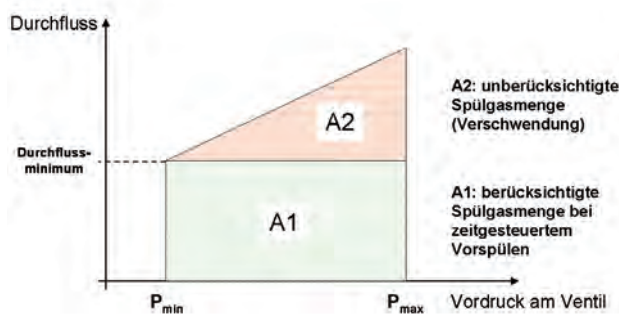

Abbildung 1: Vergleich Spülmittelverbrauch
2. Das **integrierende** Verfahren zeichnet sich dagegen aus, dass der tatsächliche Volumenstrom am Auslass des Ex p-Gehäuse gemessen und aufintegriert wird. Damit ergibt sich eine sichere und wirtschaftliche Spülmethode. Siehe Abbildung 1.